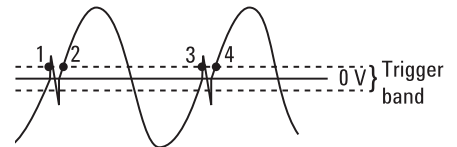

图5. 由于触发带设置过窄, 2个小峰值(此处为寄生信号)在点1和点3产生不需要的触发。
- 高质量的计数器能让您调节这一带的宽度, 从而把不需要的触发减到最少。图5示出会造成测量